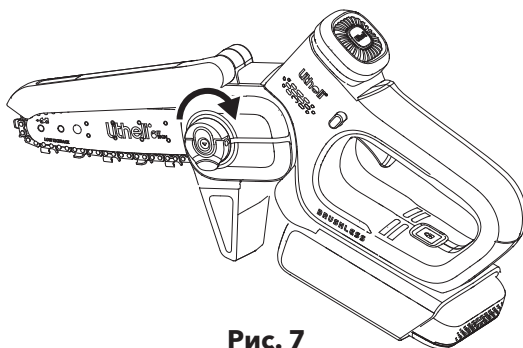

Рис. 7
5. Установите крышку цепи и затяните ее, повернув фиксирующую кнопку крышки цепи по часовой стрелке до полного затягивания. Нажмите на кольцо, чтобы зафиксировать его на месте. (Рис. 7)